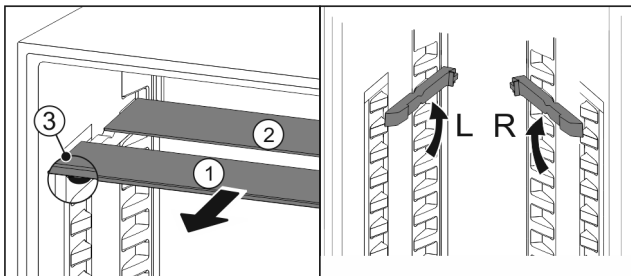

Fig. 26
- ▶ Посуньте Fig. 26 (1) скляну панель вперед.
- ▷ Скляна панель Fig. 26 (1) з декоративною планкою лежить спереду.
- ▷ Стопори Fig. 26 (3) показують вниз.